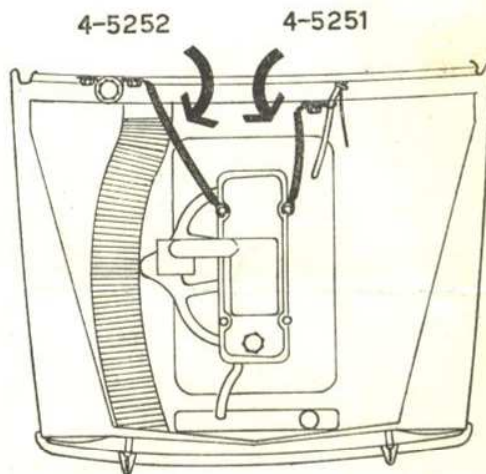

Fig. 5
7) Installare le calze di massa (V. fig. 5) fornite a corredo, per stabilire un sicuro collegamento tra la testata del motore e la parete paraframma. Lo schermaggio sopra descritto è tale da garantire un funzionamento soddisfacente del ricevitore anche su stazioni deboli; in tal caso sintonizzando su una stazione di intensità tale che il fruscio sia appena percepibile, l'intensità dei disturbi è talmente attenuata da consentire una buona audizione per qualsiasi regime di giri del motore.